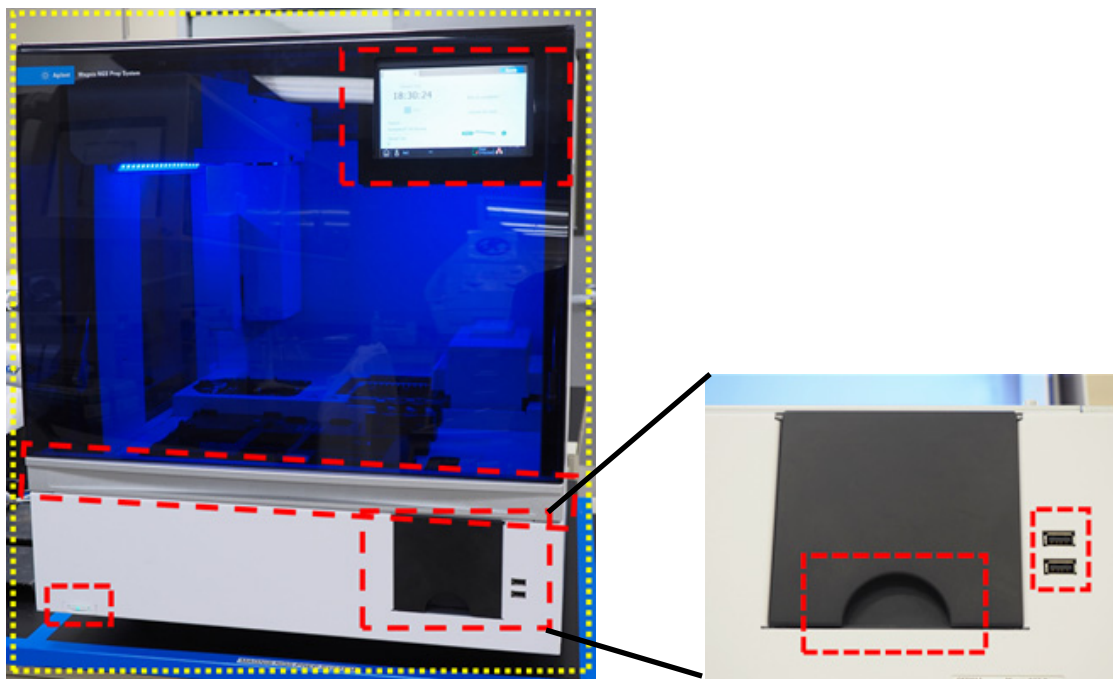

Figura 28 Superfícies exteriores da parte frontal do instrumento a limpar
- b Exterior do instrumento — Parte frontal:** feche a porta do instrumento. Com um pano de laboratório humedecido com álcool isopropílico a 70%, limpe suavemente as superfícies assinaladas a amarelo e vermelho na Figura 28. Estas áreas incluem o ecrã tátil, o botão de ligar/desligar, a porta do caixote de resíduos (incluindo a depressão utilizada para ajudar a abrir/remover) e o plexiglass frontal. Retire a gaveta do caixote de resíduos e limpe o interior do caixote de resíduos. Limpe a área à volta das portas USB (não molhe os pontos de contacto eléctricos). Todas as áreas assinaladas a amarelo devem ser limpas. As áreas assinaladas a vermelho requerem uma atenção especial para uma limpeza cuidadosa.